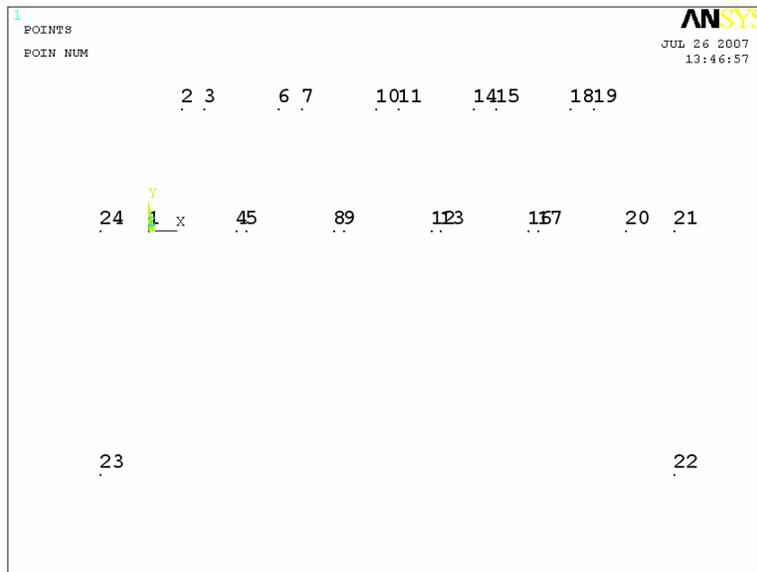

Рисунок 78. Результат создания ключевых точек, определяющих профиль всей гребенки
- Нажимаем кнопку **OK**, т.к. создание ключевых точек на данном этапе закончено (Рисунок 78).